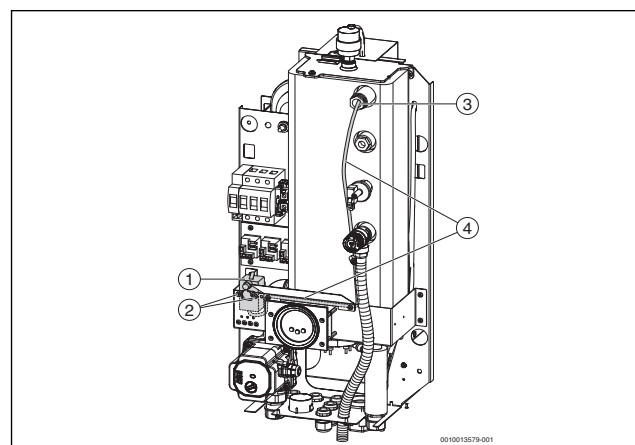

Fig. 2 Positionnement du limiteur de température de sécurité et de la sonde capillaire
- ▶ Retirer le ressort d'arrêt du doigt de gant, retirer la sonde capillaire du thermostat, détacher le tube capillaire, dévisser le STB initial puis le retirer. (→ fig. 2, [3, 4])